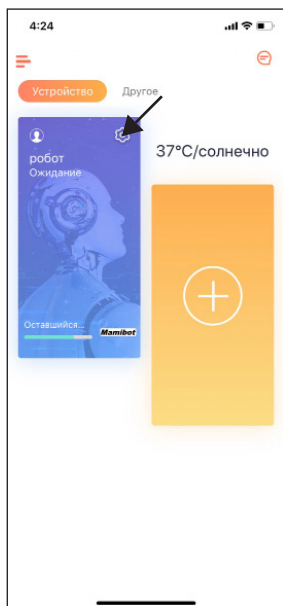

Рис. 11
6. Нажмите иконку «Настройки» [Рис. 11], чтобы переименовать Ваше устройство, настроить уборку по графику, настроить совместное управление устройством для нескольких пользователей, проверить наличие обновлений для Вашего устройства, настроить подключение к голосовым помощникам [Рис. 12, 13].